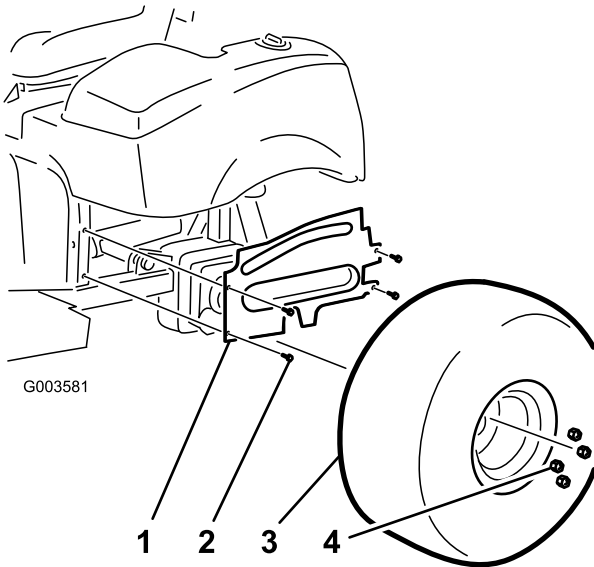

Figure 1
3. Enlevez les boulons à embase qui fixent le carénage de la roue gauche au châssis (Figure 1). Enlevez le carénage et mettez-le de côté.